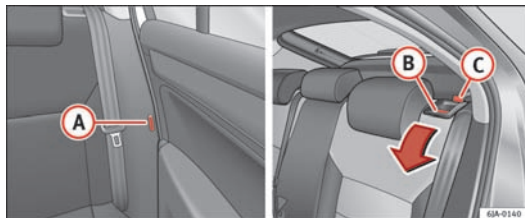

Fig. 74 Frigørelse af ryglæn
- Før sikkerhedsselens låsetap ind i åbningen (A) ⇒ Fig. 74 i den pågældende side af bilen – sikkerhedsposition.
- Frigør ryglænet ved at trykke på låseknappen (B), og klap det frem.